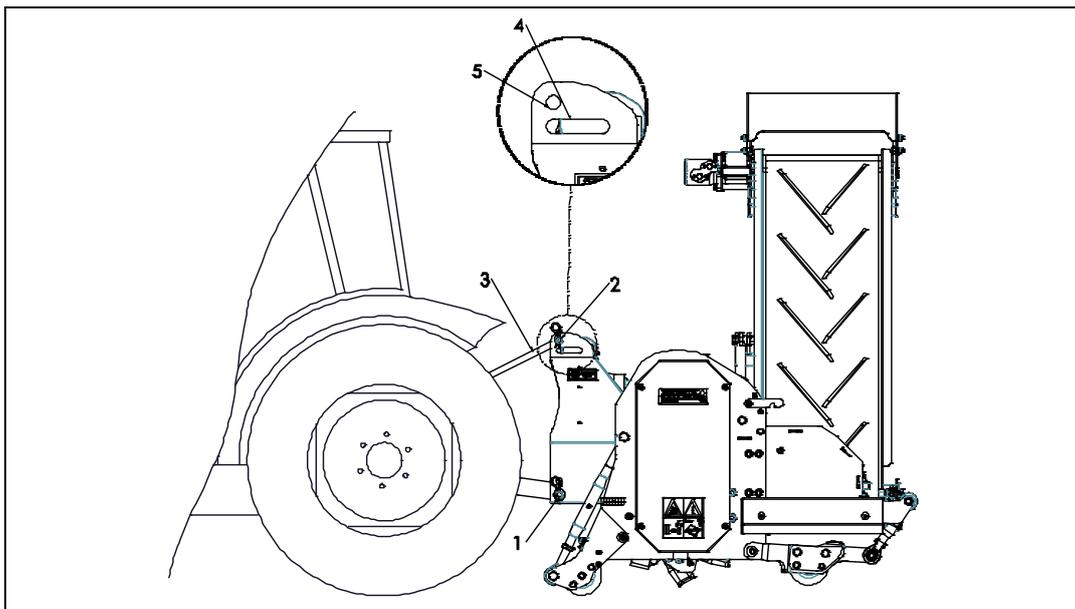

Abb. 9
Sorgen Sie dafür, dass die oberste Topstange angekoppelt ist und im Transportstand (Stand 5) unter Spannung steht! Siehe Kapitel 4.0 Abb. 9. Falls dies nicht geschieht, kann an der Maschine ein ernster Schaden entstehen.
6. Falls gewünscht kann die Topstange in den bodenfolgenden Stand in Schlitzöffnung 4 (siehe Kapitel 4.0 Abb. 9) platziert werden.